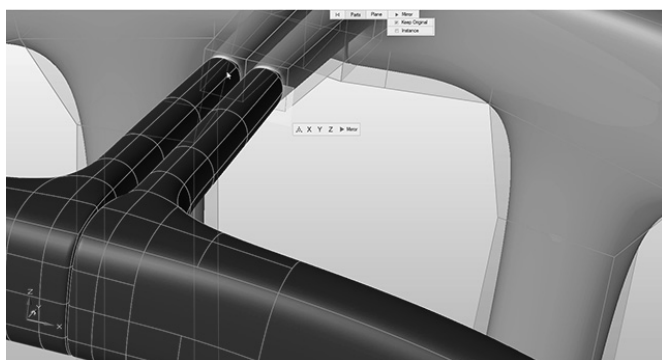

图 15-35
5) 按住〈Ctrl〉键，然后选择相邻的面，将其添加到选择中，如图 15-35 所示。